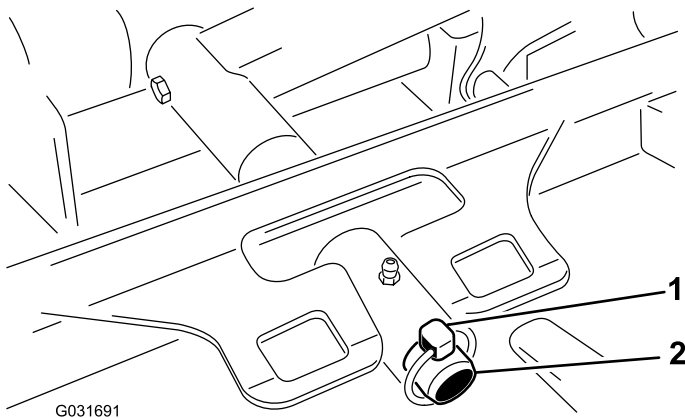

図 72
3. デッキのキャリアフレームを昇降アームのピボットピンに固定しているリンチピンを外す 図 72。
3. デッキのキャリアフレームを昇降アームのピボットピンに入れ、リンチピンで固定する 図 72。